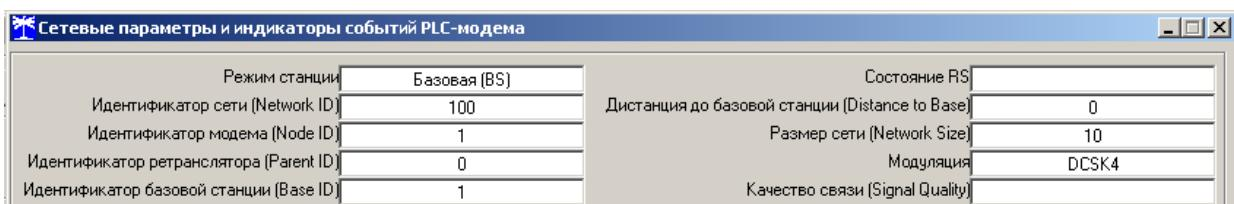

Рисунок 37 – Сетевые параметры PLC-модема M-2.01 в режиме базовой станции
9) прочитать сетевые параметры модема посредством формы «Сетевые параметры и индикаторы событий PLC-модема» (рисунок 37) по кнопке «Сетевые параметры» формы «PLC Y-NET» или из меню «PLC-модем» и убедиться что: